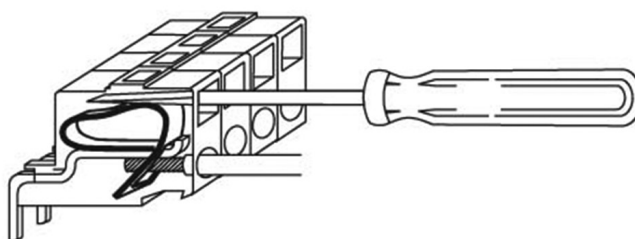

Рис. 6. Подключение проводника к соединителю WAGO
Для подключения проводников вторичных цепей к электронному модулю управления СМ_1501_01(4) используются соединители WAGO. Для подключения должен использоваться провод сечением (0,5...2,5) мм². Допускается использование как одно-, так и многожильных проводников. Необходимо производить зачистку изоляции проводника на длину (6...10) мм. Проводники соединяются с помощью специальной отвертки, поставляемой вместе с электронным модулем управления СМ_1501_01(4) (см. рис. 6).